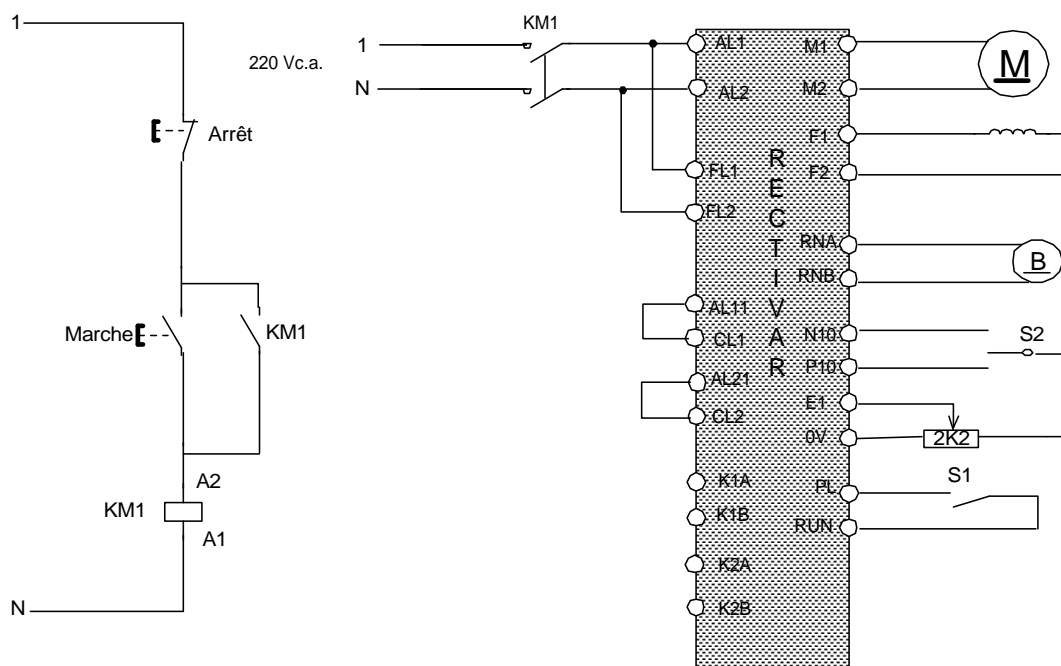

Figure 7-1
1. Faire le raccordement tel qu'indiqué à la figure 7-1.